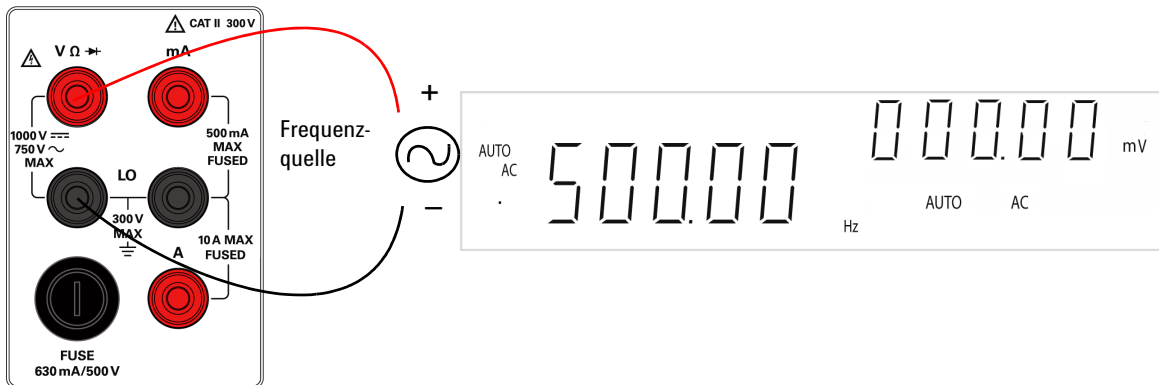

Abbildung 1-14 Frequenzanschlussverbindung und Anzeige
- 2 Verbinden Sie das rote und schwarze Testkabel mit dem Eingangsanschluss, wie in Abbildung 1-14 dargestellt.